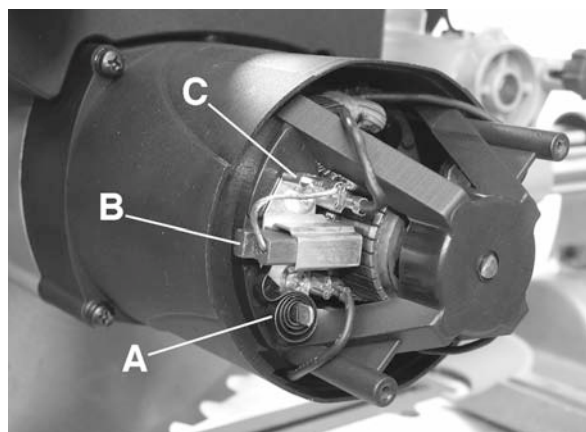
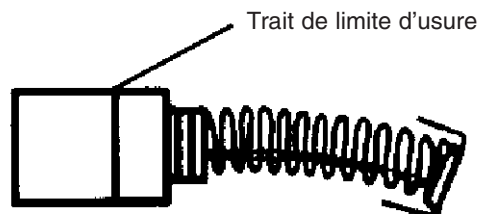

Figure 25
Figure 26
Une fois que le couvercle du boîtier du moteur est retiré, vous pouvez retirer les balais de carbone (B) Fig.25. Abaissez le ressort de retenu (A), débranchez le fil (C) du balai de carbone et retirez et vérifiez-le. Répétez cette étape pour l'autre balai de carbone. Remplacez-les quand l'usure est telle qu'il a atteint le trait de limite d'usure, Fig.26. Maintenez-les en état de propreté.